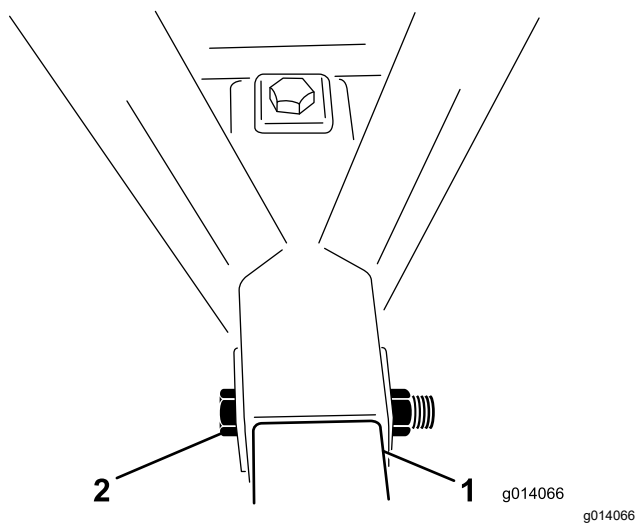

Bild 4
- Setzen Sie eine Schraube (1" x 6½") durch den Rahmen und das Anbauvorrichtungsröhr und befestigen sie mit einer Sicherungsmutter (Bild 4). Ziehen Sie die Sicherungsmutter bis auf 976-1193 N·m an.
- Setzen Sie eine Schraube (1" x 6½") durch die Oberseite des Rahmens und durch das Anbauvorrichtungsröhr ein und befestigen sie mit einer Sicherungsmutter (Bild 4). Ziehen Sie die Sicherungsmutter bis auf 976-1193 N·m an.